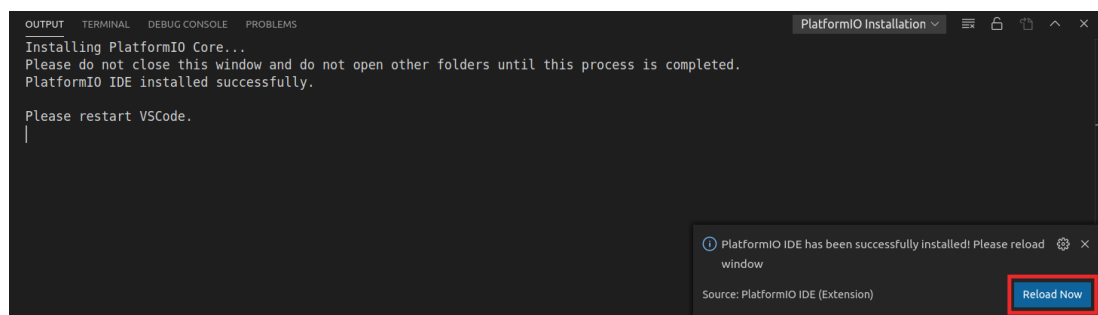

Figura 4. Após instalação do PlatformIO carregar em “Reload Now”
- e. A janela OUTPUT no fundo irá informar sobre o processo de instalação. Assim que terminar, clique em “Reload Now” na janela no fundo à direita, e o PlatformIO será instalado dentro do VSCode (Figura 4).